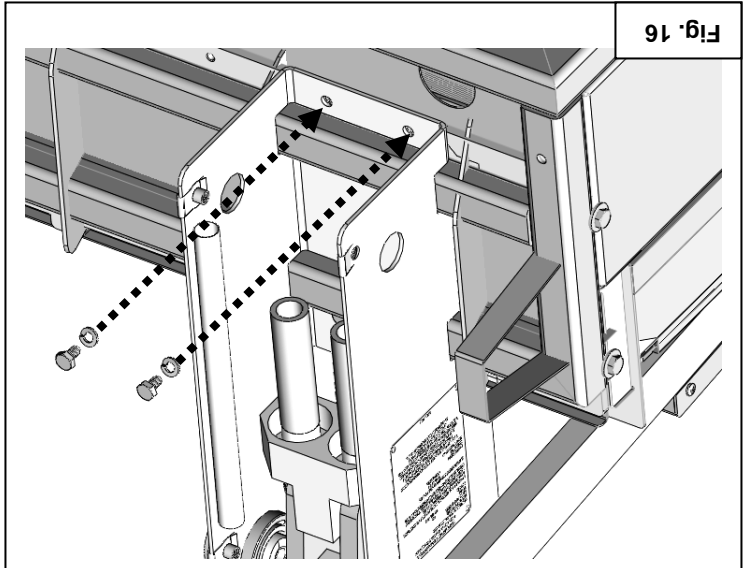

Fig. 16
18. Insérez et serrez les vis et rondelles intérieures du support de montage. Voir Fig. 16.